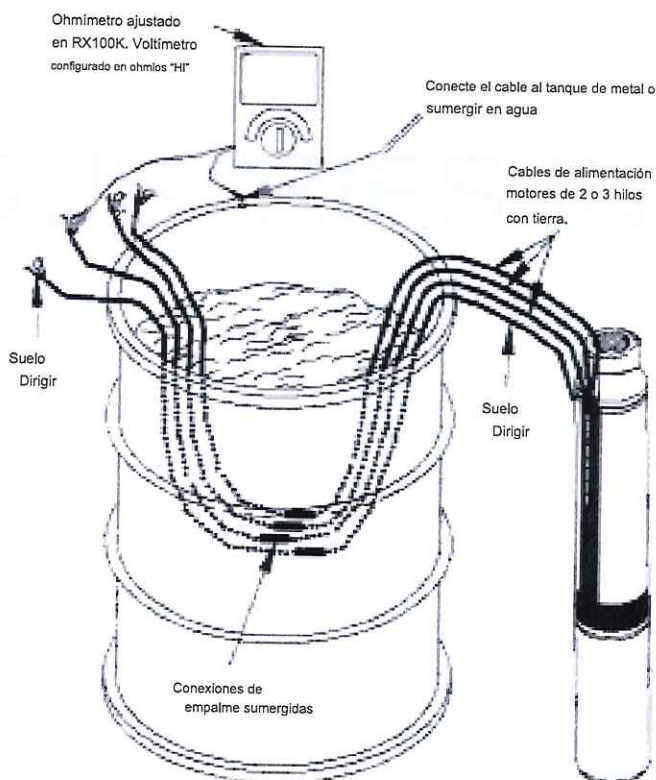

Figura 3 - Prueba de cables
1. Sumerja el cable y las conexiones de empalme en un barril de acero con agua con ambos extremos fuera del agua y sin tocar el barril (Figura 3).
2. Configure el óhmetro en el RX 100K y ajuste la aguja a cero (0) con los cables unidos.
4. Si la aguja se desvía a cero (0) en cualquiera de los conductores del cable, se indica una conexión de empalme defectuosa. Para volver a verificar el empalme defectuoso conexión, saque el empalme del agua. Si la aguja ahora se mueve a (resistencia infinita), la fuga está en el empalme.